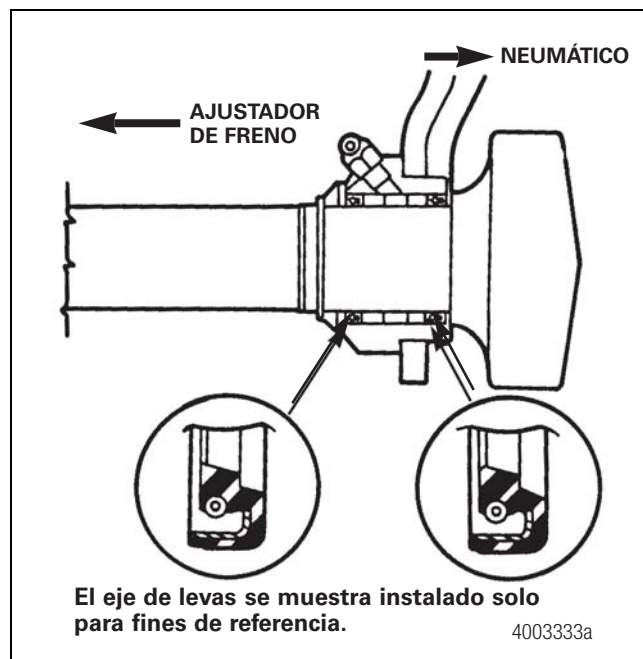

Figura 11.36
- B. En bujes de metal, instale dos sellos de grasa. Verifique que los bordes del sello apunten hacia el ajustador de freno y que los cuerpos del sello estén presionados contra el buje de metal. Figura 11.36.